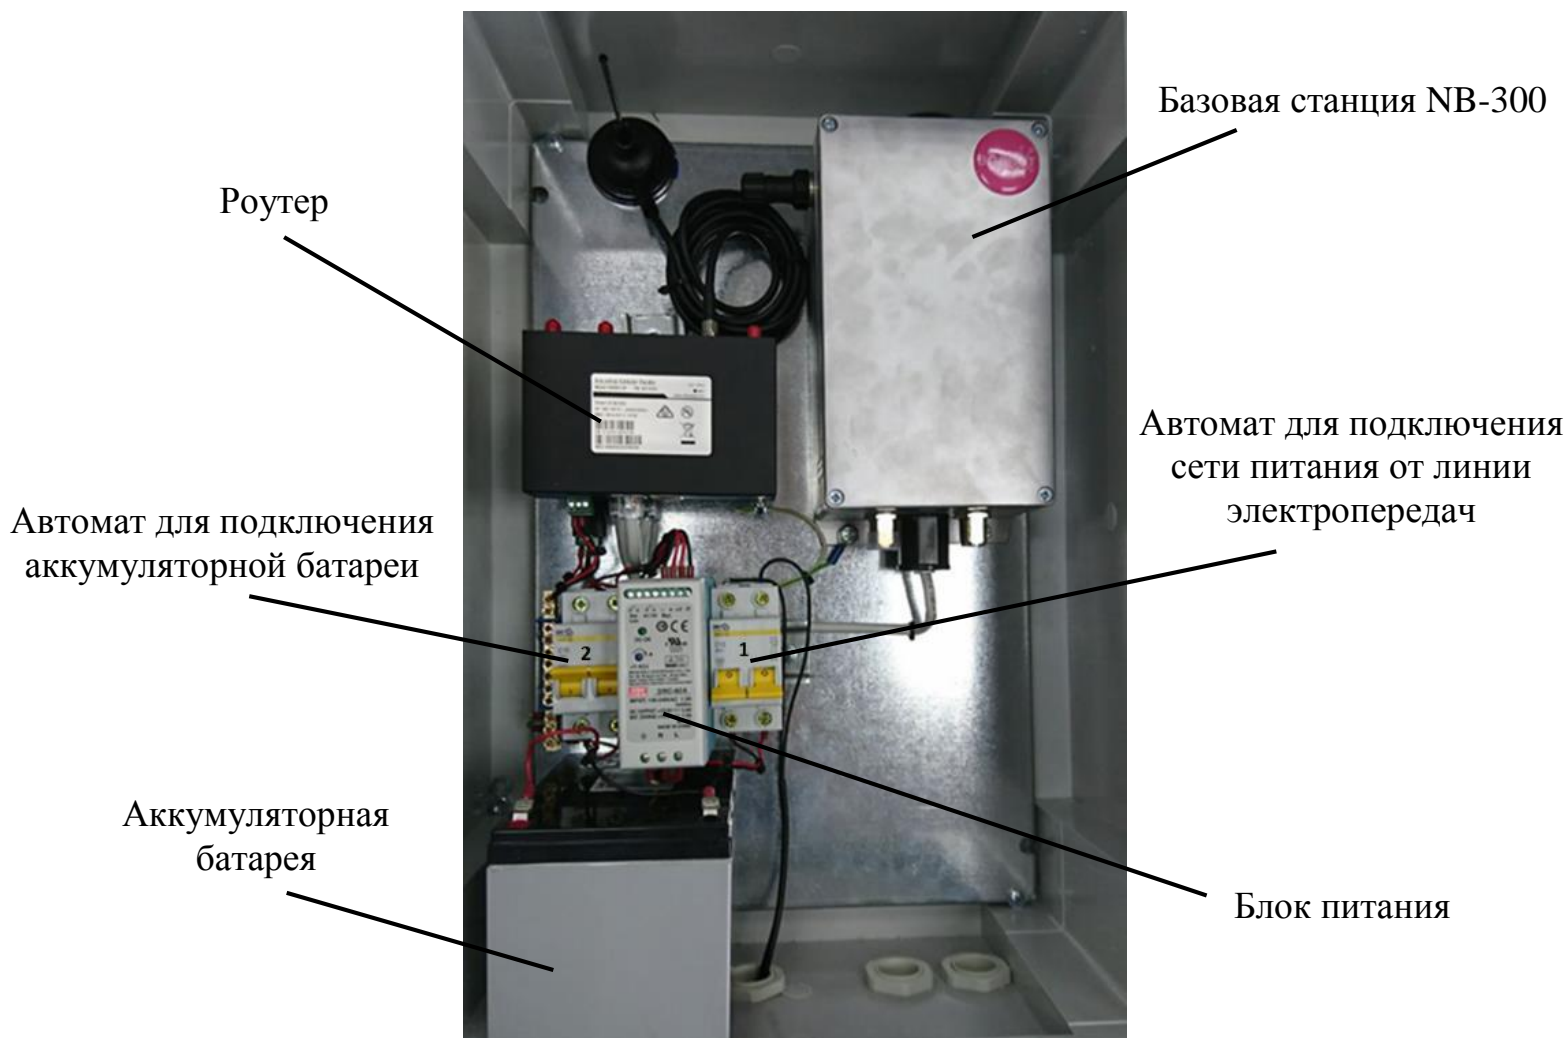

Рис. 1 Состав УСПД (полная комплектация)
4. В случае использования для связи у УСПД канала связи GSM/GPRS рекомендуется перед монтажом функционального блока УСПД установить SIM-карту в роутер, входящий в его состав (см. рис. 1). Выкрутить винты
5. Подключить роутер (см. рис. 1) к ведомственному каналу связи предприятия заказчика.
7. К функциональному блоку подвести кабель питания 0,4 кВ, подключенный к линии электропередач с помощью ответвительных зажимов (2 на рис. 1).
8. Кабель питания подключить к входному автомату функционального блока с маркировкой **1** (см. рис. 1).
9. Установить аккумуляторную батарею в шкаф УСПД и подключить к автомату **2** (см. рис. 1).